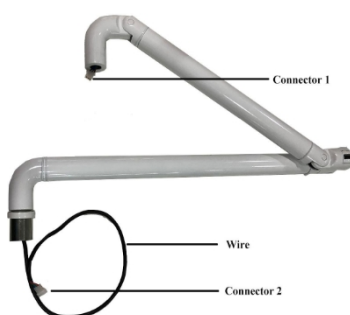

Figure 2
A. Sluit de draadinvoerder van de lampvoet via de sierkap aan op de draadinvoerder van de lamparm (connector 1 in de arm, afbeelding 2), steek de handgreep van de lampvoet in het gat van de lamparm, zet deze vast met schroeven, bedek de schroeven en sluit de naad af met de decoratieve afdekking.
B. Steek de zwarte draad door de rechte arm. (afbeelding 2)
C. Sluit „Connector 2“ (afbeelding 2) aan op de connector op het beweegbare apparaat. Zoals weergegeven in afbeelding 5. (Let op: beschadig de kabel niet.)